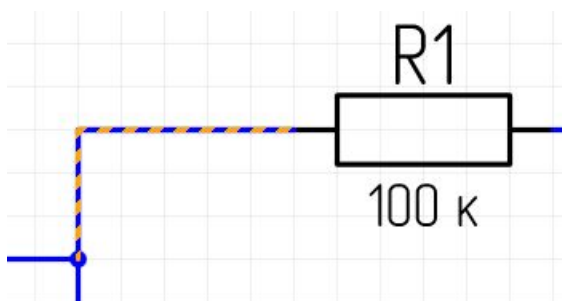

Рис. 70 Проводник на схеме
- Проводник – это несколько смежных отрезков линий электрической связи. Проводник обычно проложен между выводами УГО и/или точками соединений, см. Рис. 70;